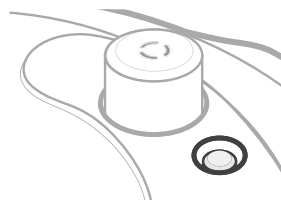

Figura 1.8
- La valvola a galleggiante indica se c'è pressione all'interno della pentola. La valvola a galleggiante abbassata significa che non c'è pressione all'interno. **[Figura 1.8]**